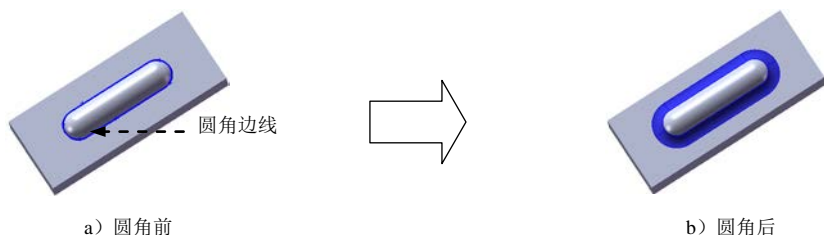

图 7.10 圆角 3
Step6. 创建图 7.10 所示的圆角 3。选择下拉菜单 **插入(I)** → **特征(F)** → **圆角(U)...** 命令；选取图 7.10a 所示的边线为要圆角的对象，在 **圆角项目(I)** 区域的  文本框中输入圆角半径值 1.2。单击  按钮，完成圆角 3 的创建。